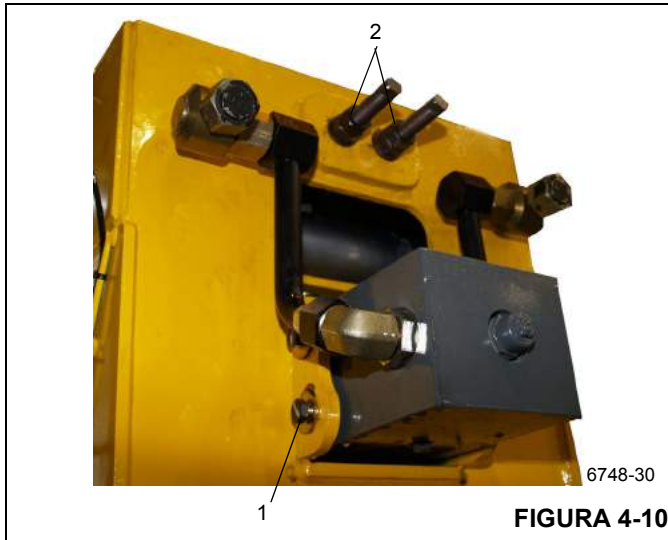

FIGURA 4-10
5. Remova os parafusos e as arruelas que fixam a haste externa do cilindro telescópico (Figura 4-10, 1) na parte traseira da seção da base.
6. Remova as porcas e arruelas que fixam as extremidades do cabo de sincronização (Figura 4-10, 2) na seção da base.